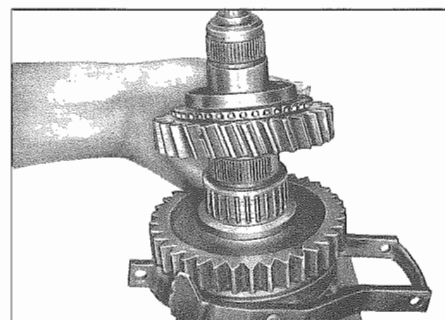

Fig. 30 - Ingranaggio della 2a marcia
- Montare la gabbia a rullini (419) e l'ingranaggio della 2a marcia (418) con la dentatura di accoppiamento verso l'alto sull'albero primario (Fig. 30).
- Slide needle cage (419) and second gear wheel (418) with clutch teeth up onto main shaft (Fig. 30).